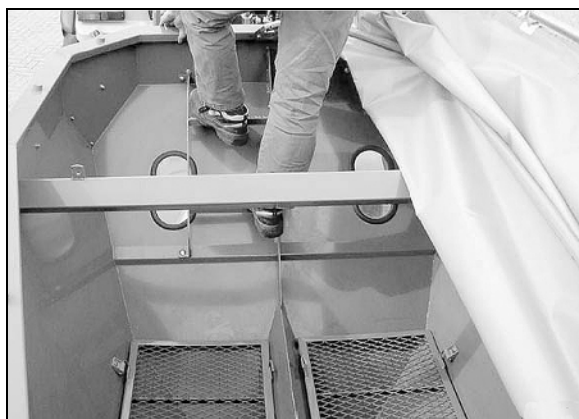

Bild 60
2. Gå nerför trappstegen (Bild 60) i utsädesbehållaren.